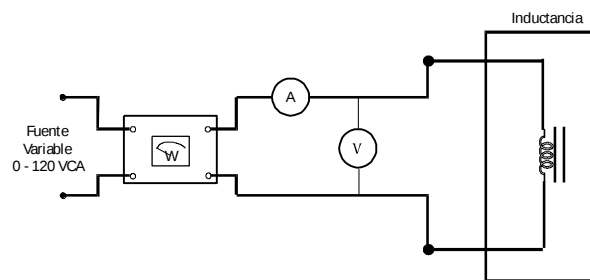

Figura 5.4 Diagrama de conexión para determinar Gc ó Rc y Bm ó Xm
Calculo de Gc ó Rc y Bm:ó Xm en base al circuito equivalente aproximado y del circuito implementado en la figura 5.4 se puede obtener Gc ó Rc y Bm ó Xm.
- 1 Conectar el circuito que se muestra en la figura 5.4 utilizando un inductor cuya reactancia inductiva sea de 300Ω .
- 3 Posteriormente implemente el circuito que se muestra en la figura 5.4 ajustando la fuente variable de alimentación a 120 VCA. tomando las lectura de voltaje, corriente y potencia real.